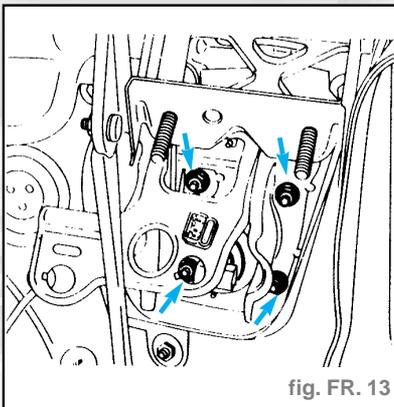

fig. FR. 13
- Dévisser les écrous de fixation du servofrein et le déposer (fig. FR. 13).